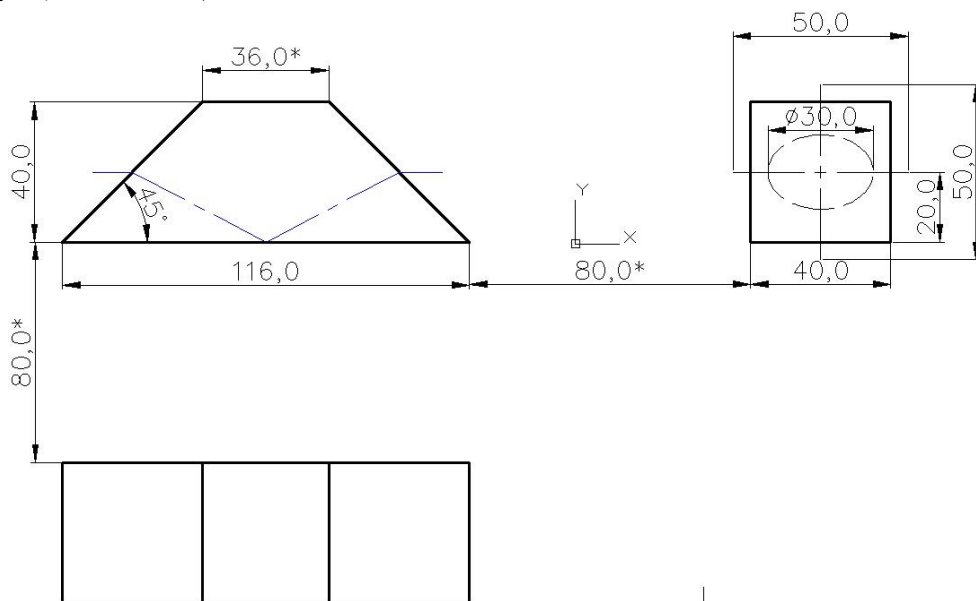

Рис. 2.22. Ескіз до завдання 2.1
**Завдання 2.1.** Накреслити ескіз призми AP-0 (рис. 2.22) стандартними засобами, зобразити оптичну вісь та світловий діаметр. Урахувати необхідну товщину та тип ліній. Збережіть кресленик. Розміри наведено для довідки, в ескізі проставляти їх не треба. Для спрощення креслення рекомендується використати допоміжні осі (**AMPROJO**) та автоматичні конструкційні лінії (**AMAUTOCLINES**).